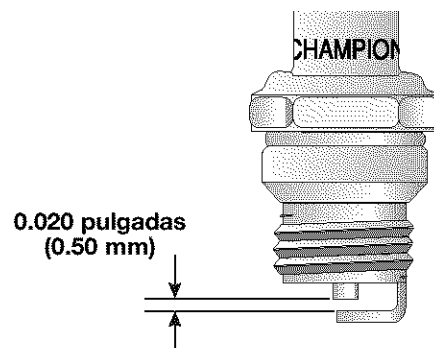

Fig. 18
Use una bujía Champion RDJ7Y (o similar). La separación correcta de aire es **0.020 pulg. (0.50 mm)**. Saque la bujía cada **25 horas** de operación e inspeccione su condición (Fig. 18).
3. Fije la separación de aire en **0.020 pulg. (0.50 mm)** con una galeta de alambre (Fig. 18). Instale una bujía de encendido con la separación adecuada en la cabeza del cilindro. Ajústela a **110-120 pulg. • libras (12.3-13.5 N•m)**.